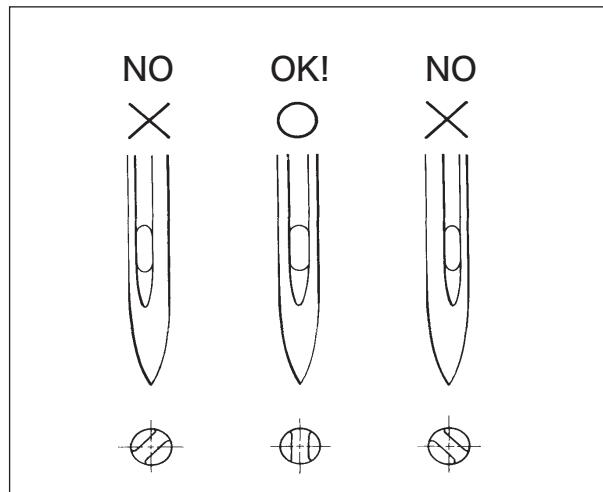

図 5-2
- (2)古い針をピンセットを使って取り外す。
- (3)新しい針を、エグリを真後ろにしてピンセットで針止メ②の穴の奥まで差し込む。(図 5-2、5-3)
- (4)マイナスドライバで止ネジ①を締め付ける。